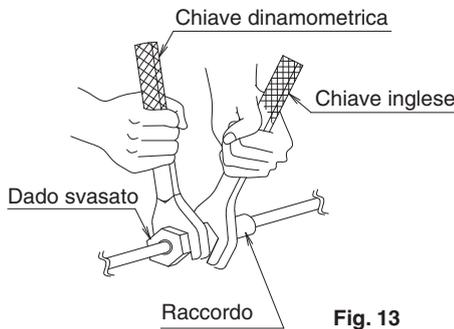

Fig. 13
- Quando si collegano le tubazioni al condizionatore d'aria, assicurarsi di usare una chiave inglese e una chiave torsiometrica come mostrato nella Fig. 13. Per le dimensioni del componente svasato, fare riferimento alla Tabella 1.